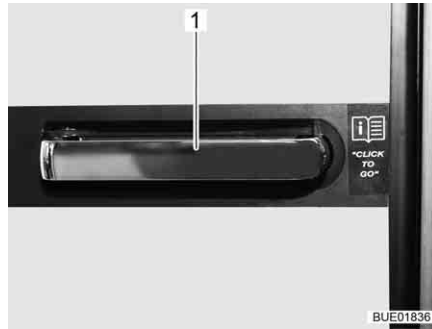

Fig. 201 Poignée de la porte du réfrigérateur
**Dometic Série 9** Le réfrigérateur s'ouvre et se ferme avec la poignée (Fig. 201,1) de la porte.